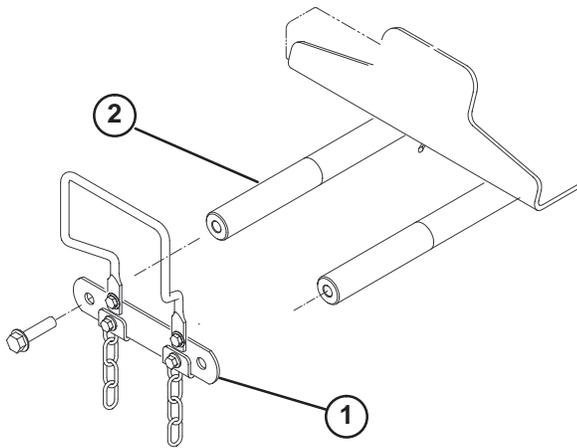

Figure 12
1. Retirez les (2) vis qui fixent la biellette d'axe de pivot aux axes de pivot des bras de levage. Déposez la biellette et les vis et mettez-les de côté (Fig. 12).